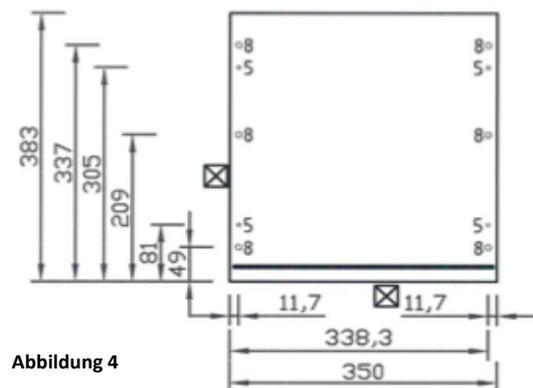

Abbildung 4
Da die Bohr-Vorrichtung kaputt ist, bittet ihr Chef die Nachbartischlerei, mit ihrer Bohr-Vorrichtung die Löcher für den Sockelboden zu bohren. Richard, der Tischler hat die Abbildung 4 nicht vorliegen.
- Lesen Sie Abbildung 4 genau, markieren Sie und schreiben Sie sich die wichtigen Angaben zur Positionierung und Art der notwendigen Bohrungen heraus.